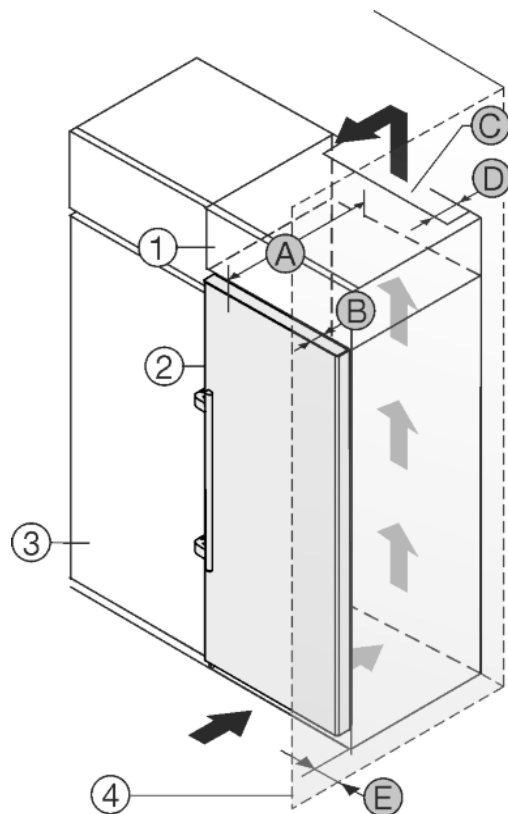

Fig. 21
Пристрій можна комбінувати з кухонними шафами. Для того, щоб пристрій Fig. 21 (2) вирівняти по висоті кухонної секції, на пристрій можна встановити антресольну секцію Fig. 21 (1).
Пристрій можна встановлювати безпосередньо поряд з кухонною шафою Fig. 21 (3). Для повного відкриття дверей пристрій повинен виступати на глибину Fig. 21 (B) відносно передньої панелі кухонної шафи. Залежно від глибини кухонних шаф та використання пристінних розпірок пристрій можна встановити так, щоб він виступав вперед.
- Задня сторона антресольної шафи повинна мати вентиляційний канал глибиною Fig. 21 (D) вздовж всієї ширини шафи.
- Під стелею приміщення слід дотримуватися поперечного перерізу вентиляційного відведення повітря *Fig. 21 (C)*.
Якщо пристрій з шарнірами встановлюється поряд зі стінкою *Fig. 21 (4)*, то між пристроєм та стінкою слід додержуватися відстані *Fig. 21 (E)*. Це відповідає виступу ручки при відкритих дверцятах.